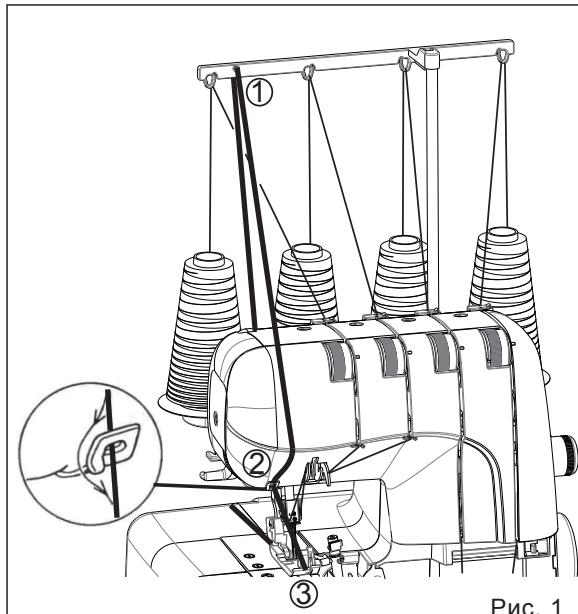

Рис. 1
1. Установите катушку с вкладным шнуром (в качестве шнура можно использовать тамбурную нить, каркасную нить, шерстяную или трикотажную нить или эластичную нить) позади подставки с катушкодержателями. Проведите вкладной шнур через направители для шнура (1) и (2), а затем через направитель нити левой иглы (3) (см. рис. 1).